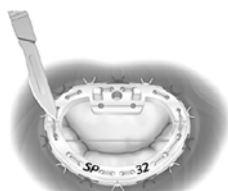
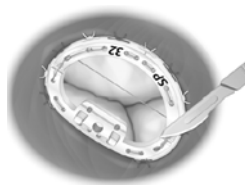

図 7-1: 僧帽弁位
図 7-2: 三尖弁位
- 4) メスを用いて 2 本のホルダ固定糸を切断し(図 7-1、図 7-2)、弁輪からホルダを取り外す。ホルダは廃棄する。
- 6) メスを用いて 2 本のホルダ固定糸を指定の位置で切断し(図 7-1、図 7-2)、弁輪からホルダを取り外す。ホルダは廃棄する。